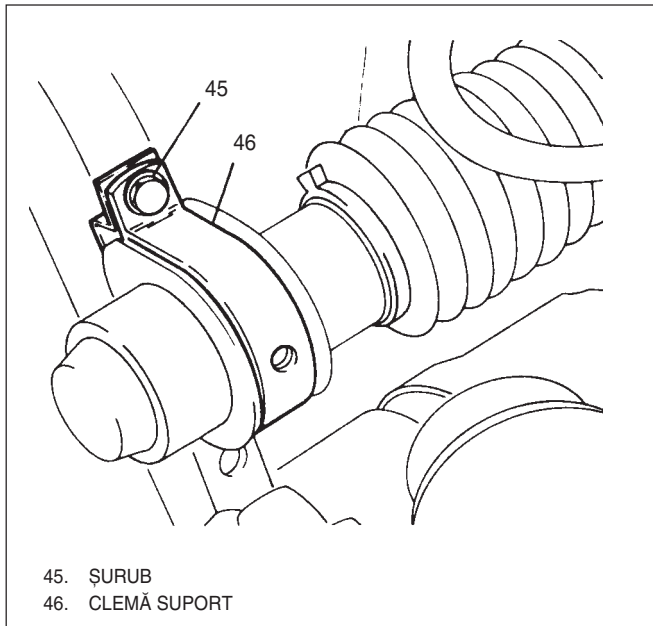

Fig. 3 Prindere casetă de direcție pe tablier
- 3) Cele 2 șuruburi (1) de la ansamblul cuplaj (2) și se împinge acesta în sus pe axul coloanei de direcție (Poziția angrenajului este pentru direcția drept înainte. Vezi procedeul din acest capitol).
- 5) Cele 2 șuruburi (25) ale bieletelor de direcție din centrul casetei de direcție (7). (Se ridică plăcuța de blocare (24) înaintea demontării șuruburilor; a nu se încerca re folosirea plăcuței).
- 7) Cele două cleme de prindere (46) (Fig 3).
- 8) Burduful de cauciuc (3) de pe pinion.
- 9) Ansamblul pinion și cremalieră (34) spre roata din dreapta.